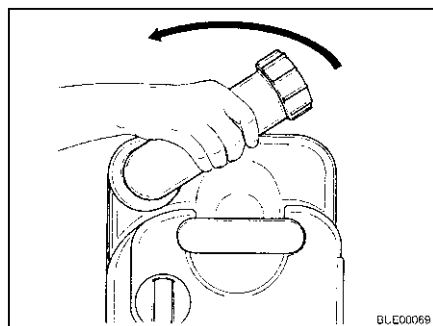

Fig. 153 Tourner la tubulure d'évacuation
- Tourner la tubulure d'évacuation vers le haut (Fig. 153).